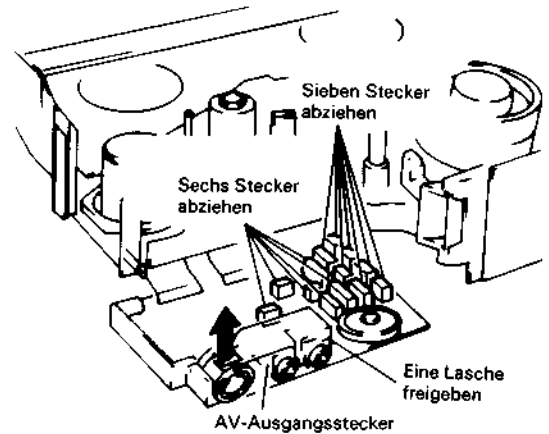

Abb. 2.18 Ausbau der Audio-Leiterplatte
5. Die dreizehn (13) Stecker (CN415, CN004, CN416, CN126, CN125, CN124, CN123, CN122, CN121, CN120, CN119, CN118, CN117) abziehen (siehe Abb. 2.18).
6. Eine (1) Lasche freigegeben und den AV OUT Stecker in Pfeilrichtung abziehen.